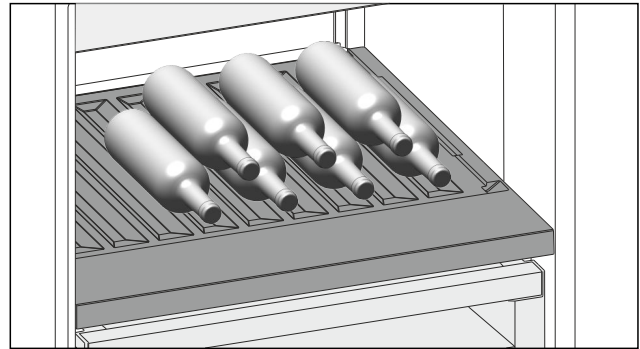

Fig. 121
- ▶ Flaschen mit dem Boden nach hinten zur Rückwand einlegen. (siehe Fig. 121)